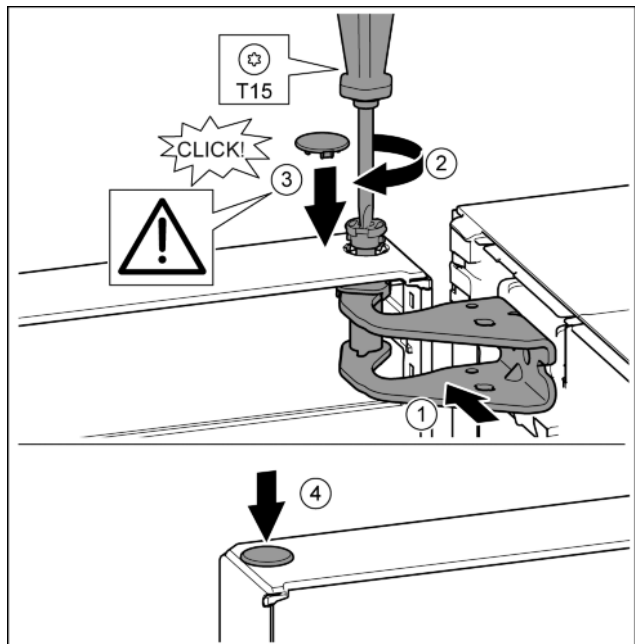

Fig. 17
- ▶ Регулирайте вратата горе спрямо отвора в лагерната стойка. Fig. 17 (1)
- ▶ Поставете болта и затегнете здраво с отвертка T15. Fig. 17 (2)
- ▶ Монтаж на предпазния капак за осигуряване на вратата: Поставете предпазния капак и проверете дали той е допрян до вратата. В противен случай поставете изцяло болта. Fig. 17 (3)
- ▶ Поставете тапата. Fig. 17 (4)